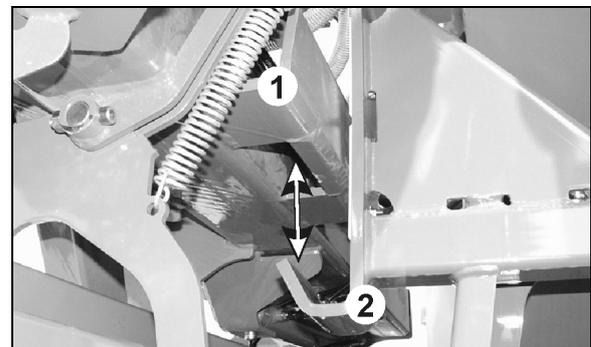

Fig. 170
1. Maschinenausleger (Fig. 170/1) aus der Transportverriegelung (Fig. 170/2) heben. Dazu den Scharrahmen anheben.